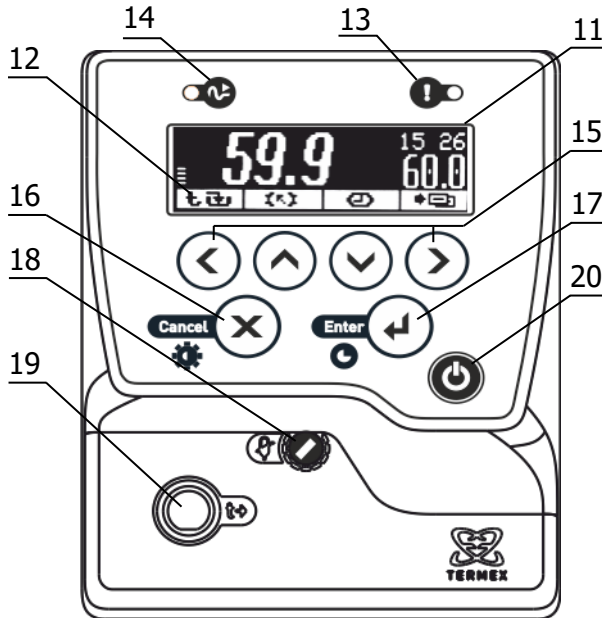

Рисунок 2 – Лицевая панель
Система безопасности блока регулирования отключает двигатель насоса и нагреватель при срабатывании хотя бы одной из защит (1.2.13) или неисправности датчика температуры. При срабатывании системы безопасности раздается звуковой сигнал, загорается индикатор 13 (рисунок 2) и на дисплей 11 выводится информация о причине неисправности.
2.3.3 Для регулировки яркости подсветки или контраста дисплея нажать кнопку 16 (X), выбрать изменяемый параметр кнопками (▲) и (▼) и установить его значение кнопками (◀) и (▶). Зафиксировать изменение нажатием кнопки 17 (↵) (рисунок 2).
2.4.2 В режиме ожидания нагреватели термостата отключены, блок регулирования не осуществляет управления. Работа насоса определяется значением параметра "Насос предв." (см. 2.5), устанавливаемого пользователем. Индикатор 14 (рисунок 2) погашен.
2.4.4 Переключение между режимами работы производится нажатием кнопки 20 (рисунок 2).
2.8.6 Для выбора уставки в качестве текущей кнопками (▲) и (▼) подвести к ней указатель. Значение отмеченной указателем уставки дублируется крупными цифрами в правой части дисплея. Для подтверждения выбора отмеченной уставки нажать кнопку 17 (↵). Для отмены выбора нажать кнопку 16 (✕) (рисунок 2).
2.8.7 Для изменения численного значения отмеченной указателем уставки нажать кнопку (▶). На рамке, обрамляющей значение уставки в правой части дисплея, появятся “засечки”, указывающие на изменяемую позицию в численном значении. Цифра в отмеченной позиции мигает. Нажатиями кнопок (▲) и (▼) установить требуемую цифру в отмеченной позиции. Если удерживать кнопку нажатой, значение уставки будет изменяться непрерывно. Нажатиями кнопок (◀) и (▶) переместить отметку изменяемой позиции. Дискретность изменения значения уставки зависит от положения изменяемой позиции: если отмечена позиция десятков, то при единичном нажатии кнопки (▲) или (▼) значение уставки изменится на 10 °С. Если отмечена позиция десятых долей, то значение уставки изменится на 0.1 °С соответственно. Закончить ввод нового значения уставки нажатием кнопки 17 (↵). Для возврата к значению уставки до ее изменения нажать кнопку 16 (⊗) (рисунок 2).
2.9.4 При срабатывании защиты раздается звуковой сигнал и загорается красный индикатор срабатывания системы безопасности 13 (рисунок 2). Работа насоса и нагревателей будет блокирована. На дисплее отобразится текущее состояние системы защит.